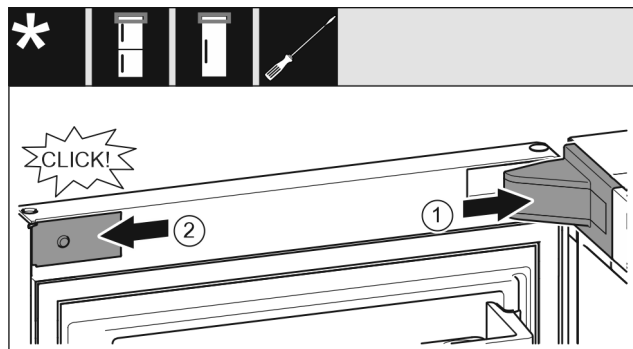

Fig. 18
- ▶ Nasadíte a zaklapnete kryt stojanu ložiska, příp. opatrně odtlačíte od sebe. Fig. 18 (1)
- ▶ Z boku nasadíte zásepku a zaklapnete. Fig. 18 (2)